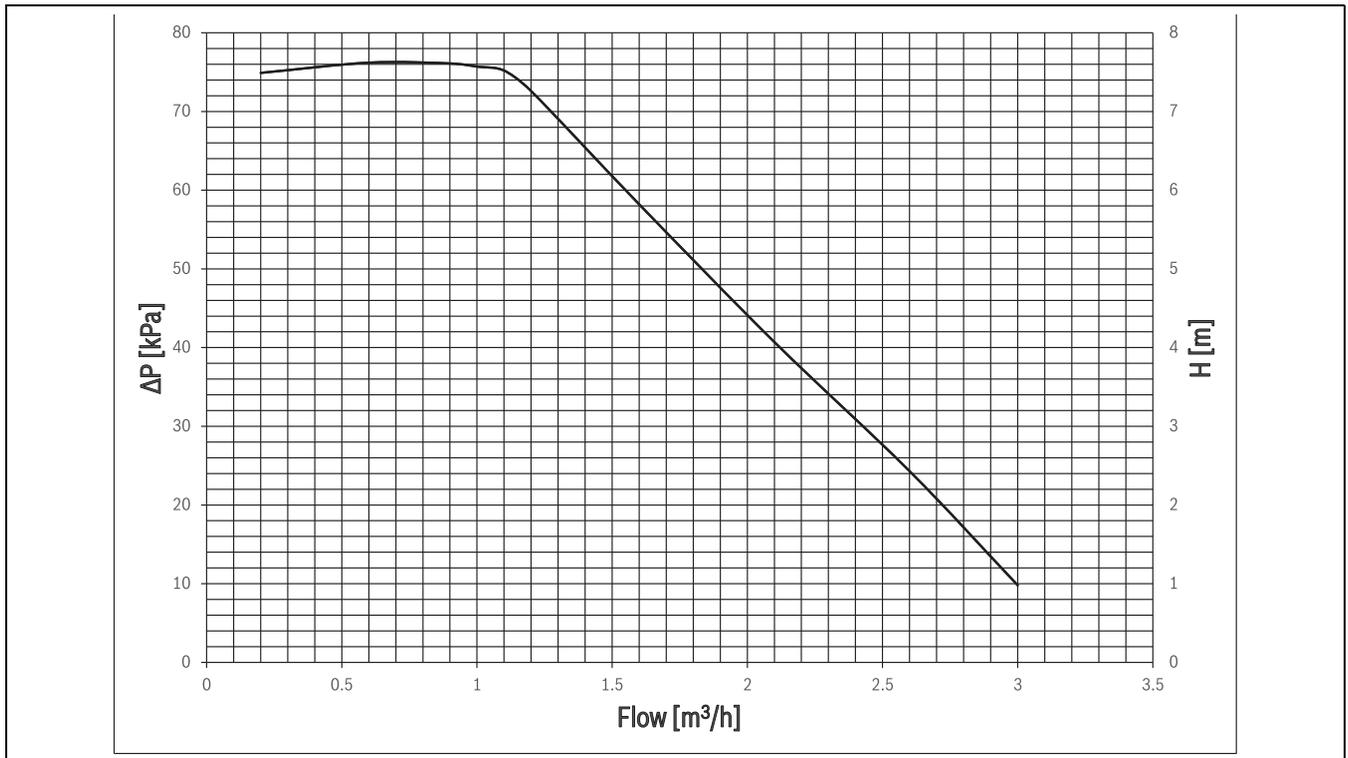

Fig. 42 Hauteur de refoulement résiduelle de la pompe primaire
5) Selon la pompe à chaleur raccordée, voir notice d'installation de la pompe à chaleur, fig. 42
La hauteur de refoulement résiduelle de la pompe primaire est représentée dans la fig. 42. 1. Cela s'applique au mode chauffage avec le même débit dans le circuit de chauffage.